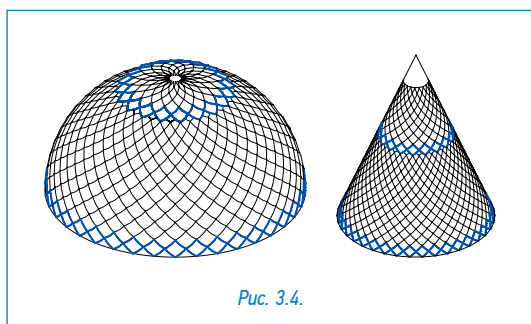

Рис. 3.4.
6. Как только ширина лепестков уменьшится вдвое, следует продолжить монтаж начиная опять с целых лепестков, как при укладке первого ряда черепицы (рис. 3.4).